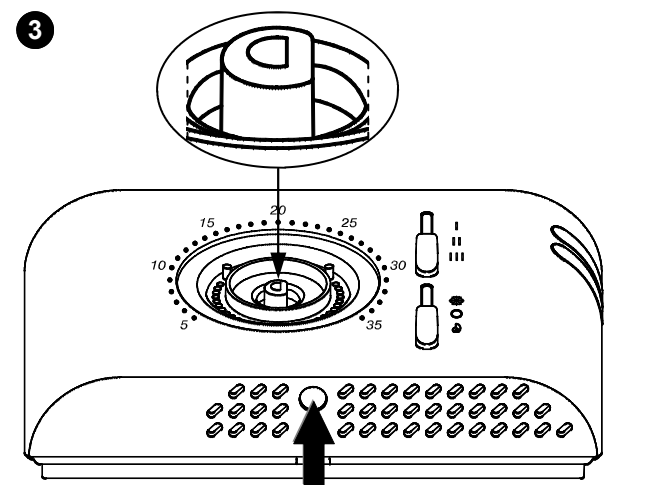

Fig. 4 - Abb. 4
- 3 À l'aide d'un tournevis, pousser la languette plastique située dans la fente en bas jusqu'à soulever légèrement la calotte (Fig. 4).
- Drücken Sie mit einem Schraubendreher die runde Kunststoffflasche nach hinten (Abb. 4) und lösen den Gehäusedeckel.